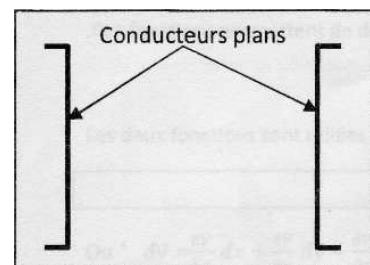

Figure 2: cuve avec 2 plaques parallèles
- ✓ Placer dans la cuve les deux conducteurs plans parallèlement, en les séparant d'une distance d'environ 12 cm. Mettre une feuille de papier millimétré sous la cuve de façon à faire coïncider l'axe Oy avec la plaque portée au potentiel $V=0$ (voir figure 2).
- ✓ Pour une différence de potentiel de 12 volts maximale entre les deux conducteurs plans, tracer les équipotentielles 2, 4, 6, 8, 10 Volts. Pour chaque équipotentielle, choisir cinq (5) points.
- ✓ Intercaler entre les deux conducteurs plans (au centre) un conducteur cylindrique isolé (voir figure 2).